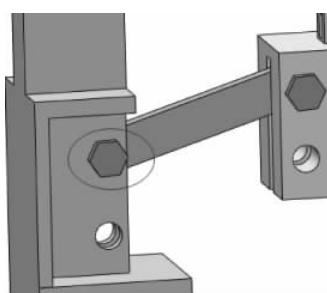

图 3-113 插入螺栓并添加配合
(8) 继续添加配件【螺栓】,并添加和前一个螺栓同样的同轴心和重合配合约束,使得此处添加的螺栓和连杆螺纹孔同轴心,并且螺栓的端面和夹具外表面重合,如图 3-113 所示。